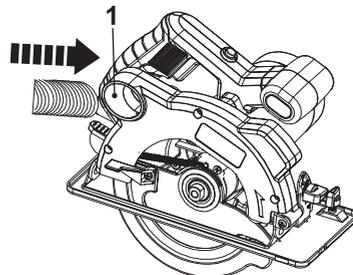

Fig. 4
1. Conecte una unidad de extracción de polvo en condiciones, como por ejemplo una aspiradora apropiada, a la salida de extracción de polvo (1) (Fig. 4).